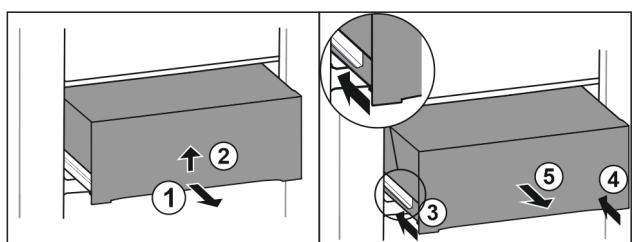

Fig. 33
- ▶ Zásuvku napůl vytáhněte. Fig. 33 (1)
- ▶ Zvedněte zásuvku na spodní straně. Fig. 33 (2)
- ▶ Zasuňte levou kolejničku. Fig. 33 (3)
- ▶ Zasuňte pravou kolejničku. Fig. 33 (4)
- ▶ Vyjměte zásuvku dopředu. Fig. 33 (5)